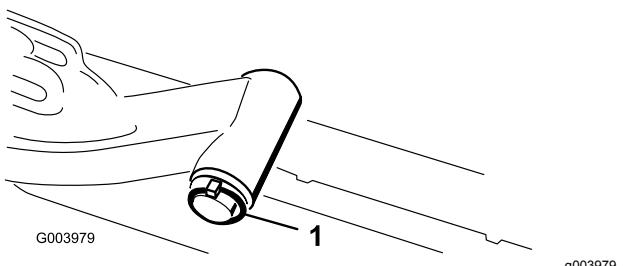

Figura 12
- A. Retire o pino de sujeição e a anilha que prende o veio da articulação do braço de elevação ao braço de elevação e faça deslizar o veio de articulação do braço de elevação para fora do braço de elevação (Figura 12).
elevação para fora do braço de elevação (Figura 12).
- C. Insira o veio do braço de elevação no braço de elevação e prenda-o com a anilha e o pino de sujeição (Figura 12).